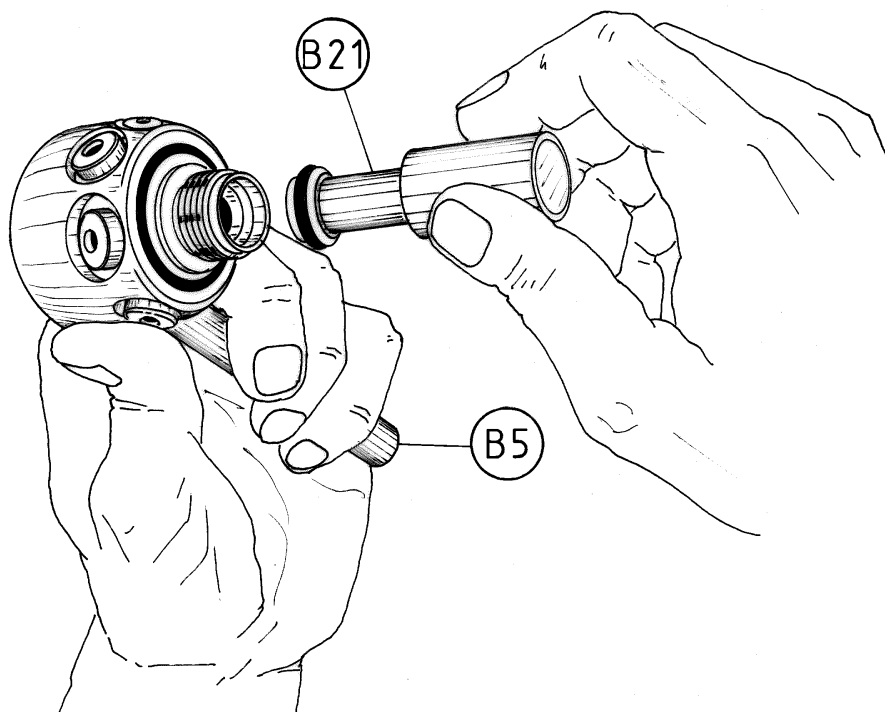

FIG. 7
2. Monte el O-Ring (74) en el asiento de la válvula (75).
4. Ejerciendo una ligera presión, empuje el asiento de la válvula hasta su posición en el cuerpo de la Primera Etapa. (Fig. 7).